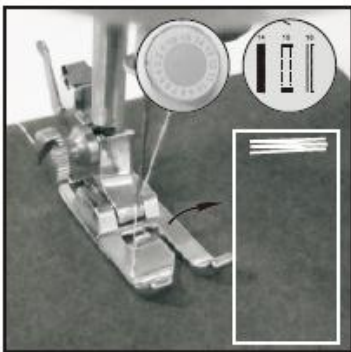

Fig. 15
- 2) Tænd på tænd/sluk-knappen og sy 5-6 sting i lav hastighed, og sluk derefter på tænd/sluk-knappen (fig.15).